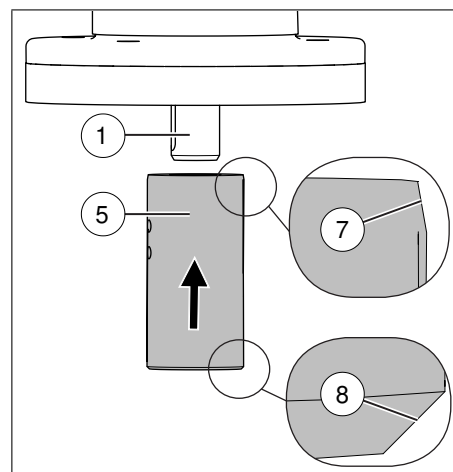

Fig. 12: Montagem do adaptador
- Encaixe o adaptador no veio de transmissão. O chanfro exterior saliente deve ficar virado para o motor (Fig. 12).